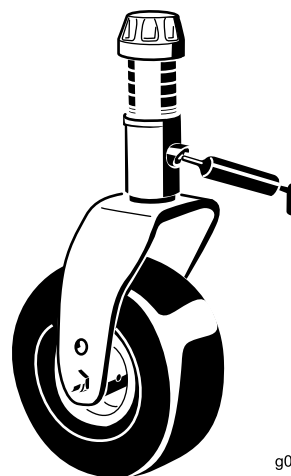

Рисунок 82
- Втулки валов вилок поворотных колес (2 шт.) (Рисунок 82)